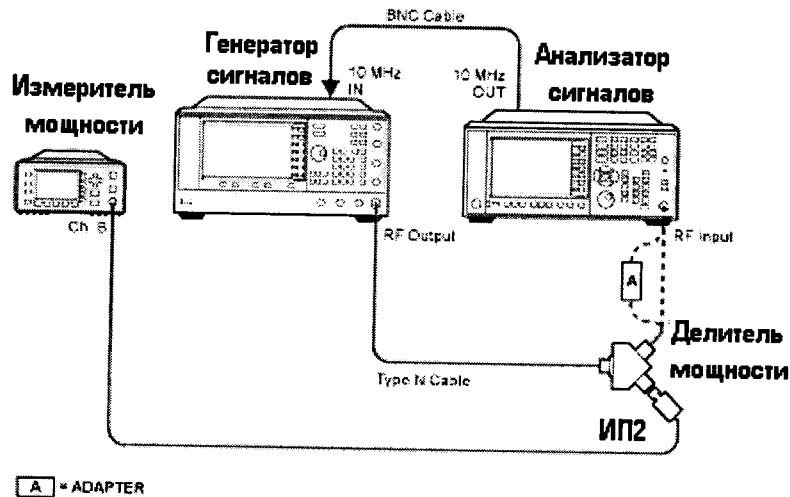

Рисунок 5
7.4.5 Отсоединить ИП1 от делителя. Освободившийся рукав делителя соединить с анализатором (рисунок 5). На анализаторе установить DC coupled, предусилитель выключен, полса обзора 1 МГц, ослабление аттенюатора 10 дБ. Произвести измерения уровня сигнала уровня минус 10 дБм на частотах 300 кГц; 1, 5, 100, 150, 450 и 950 МГц; 1,25, 1,85, 2,25, 2,95 и 3,55 ГГц. Полученные значения зафиксировать, вычислить погрешность.
7.4.9 Отсоединить ИП1 от делителя. Освободившийся рукав делителя соединить с анализатором (рисунок 5). На анализаторе установить DC coupled, предусилитель выключен, полоса обзора 1 МГц, ослабление аттенюатора 10 дБ. Произвести измерения уровня сигнала минус 10 дБм на частотах 3,65, 5,05, 6,05, 7,05, 8,05 и 8,35 ГГц (для опций 508, 513, 526); 9,05, 10,05, 11,05, 12,05, 13,05 и 13,55 ГГц (для опций 513, 526); 14,05, 15,05, 16,05, 17,05, 18,05, 19,05, 20,05, 21,05, 22,05, 23,05, 24,05, 25,55, 26,05 и 26,45 (для опции 526). Полученные значения зафиксировать, вычислить погрешность.
7.4.11 Отсоединить ИП1 от делителя. Освободившийся рукав делителя соединить с анализатором (рисунок 5). На анализаторе установить DC coupled, предусилитель выключен, полоса обзора 1 МГц, ослабление аттенюатора 10 дБ. Произвести измерения уровня сигнала минус 10 дБм на частотах из п. 7.4.9. Полученные значения зафиксировать, вычислить погрешность.